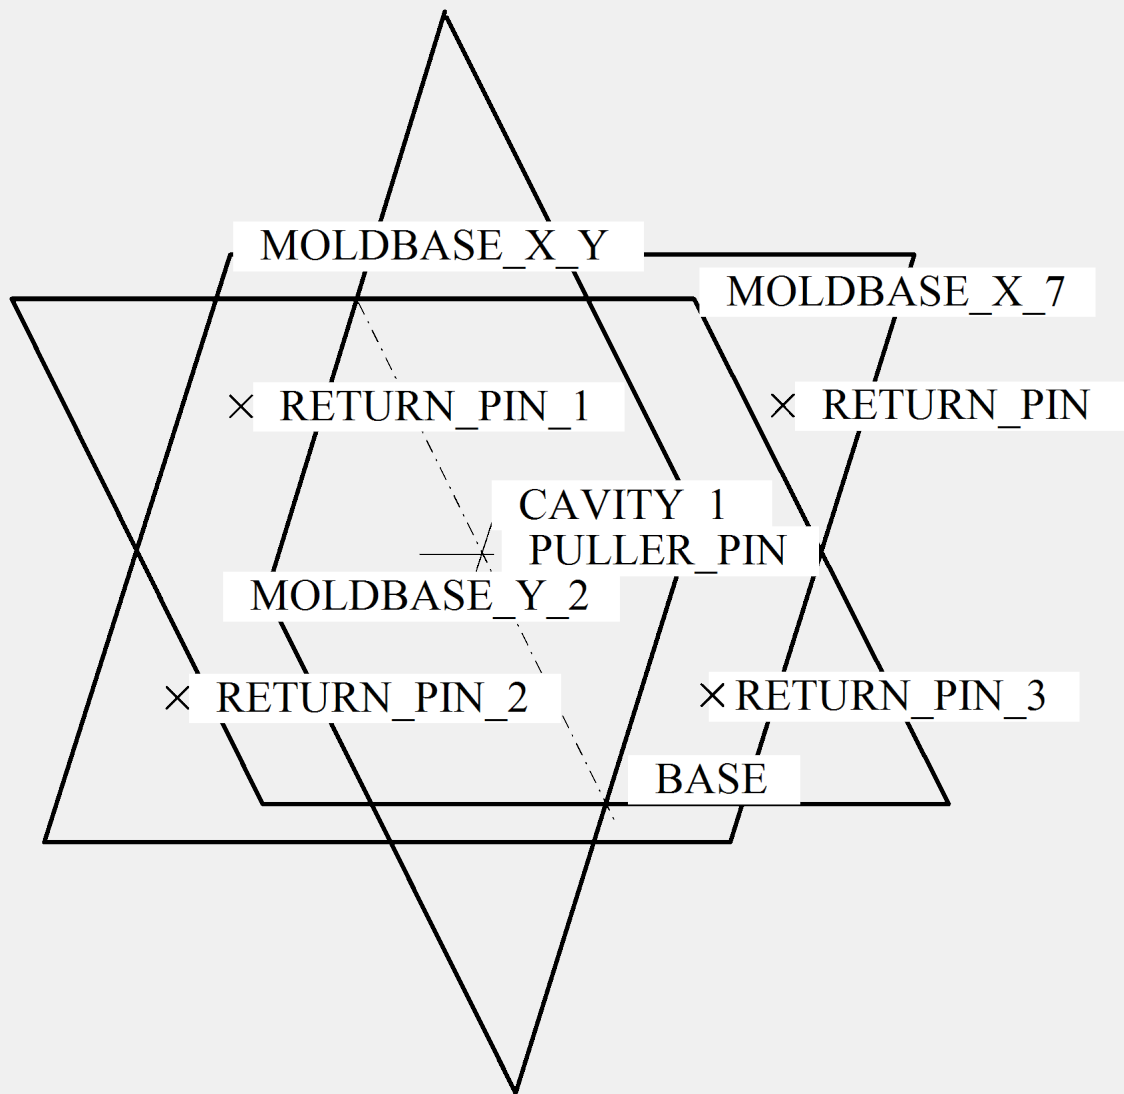

图14-3 EMX模型组件
(2) 定义好相应的参数后，单击【确定】按钮，系统将产生一个模型组件文件，如图14-3所示。